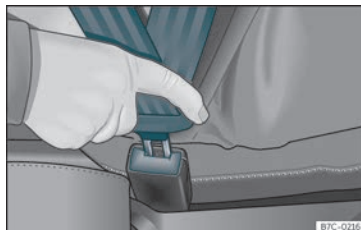

Fig. 9 Inserire la linguetta della cintura di sicurezza nella relativa chiusura.
- Incastrare la linguetta nella chiusura del relativo sedile»» fig. 9.